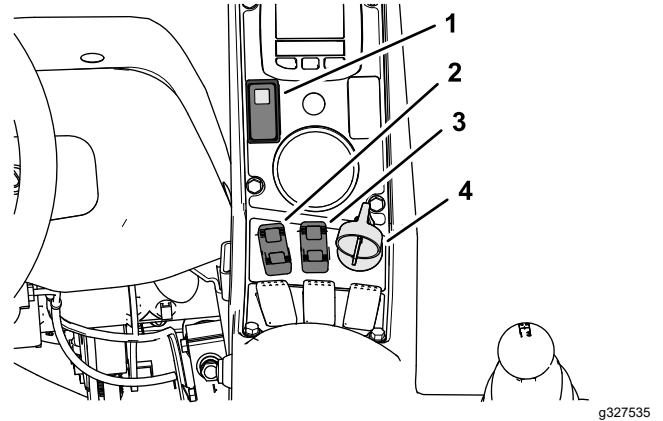
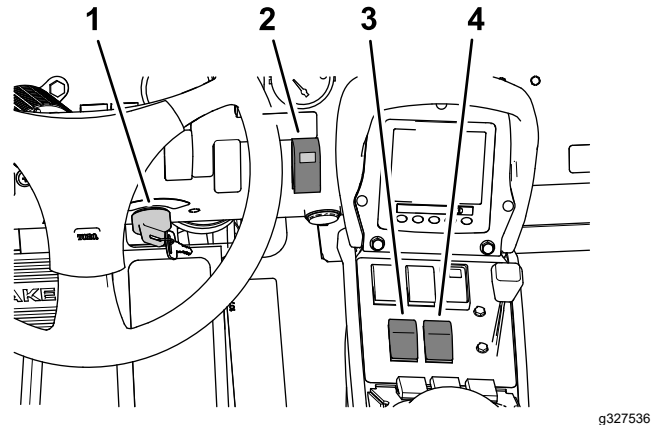
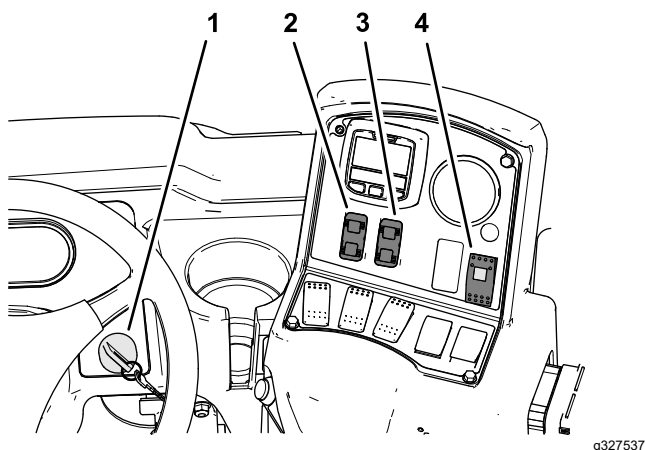

Figura 41
Figura 42
Figura 43
4. Ponga el interruptor del Sonic Boom en la posición de ACTIVADO (Figura 41, Figura 42 o Figura 43).